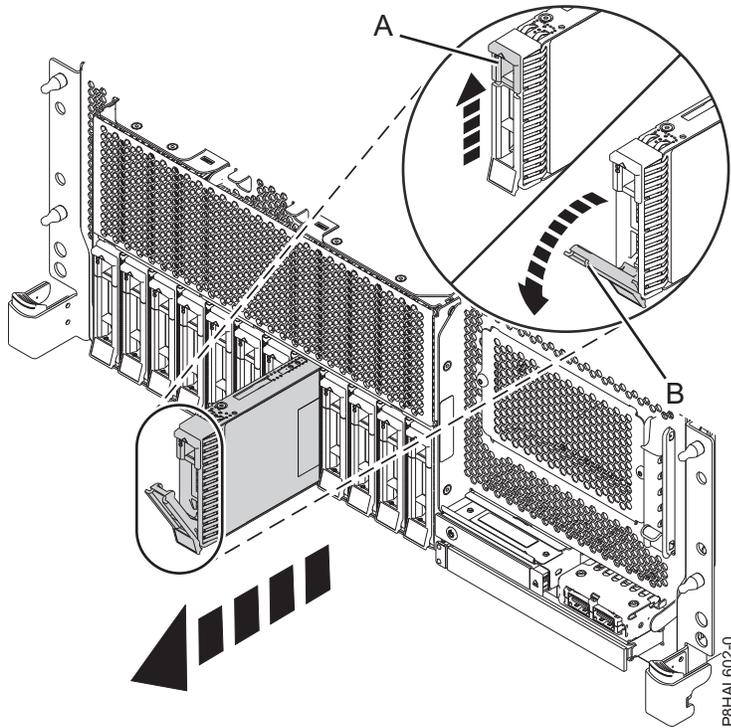
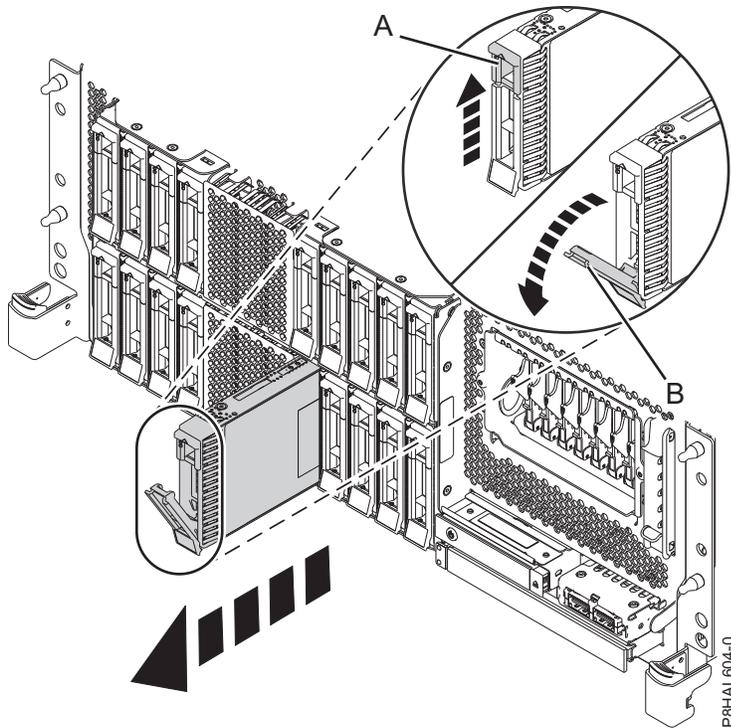
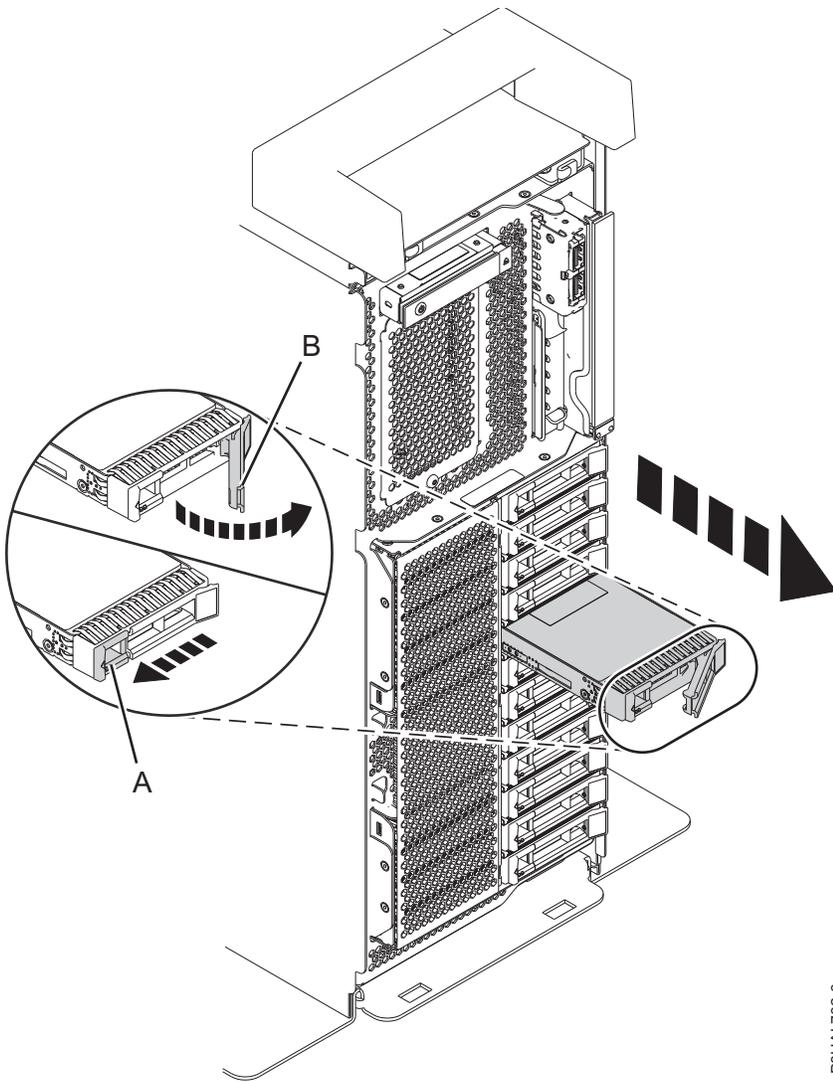
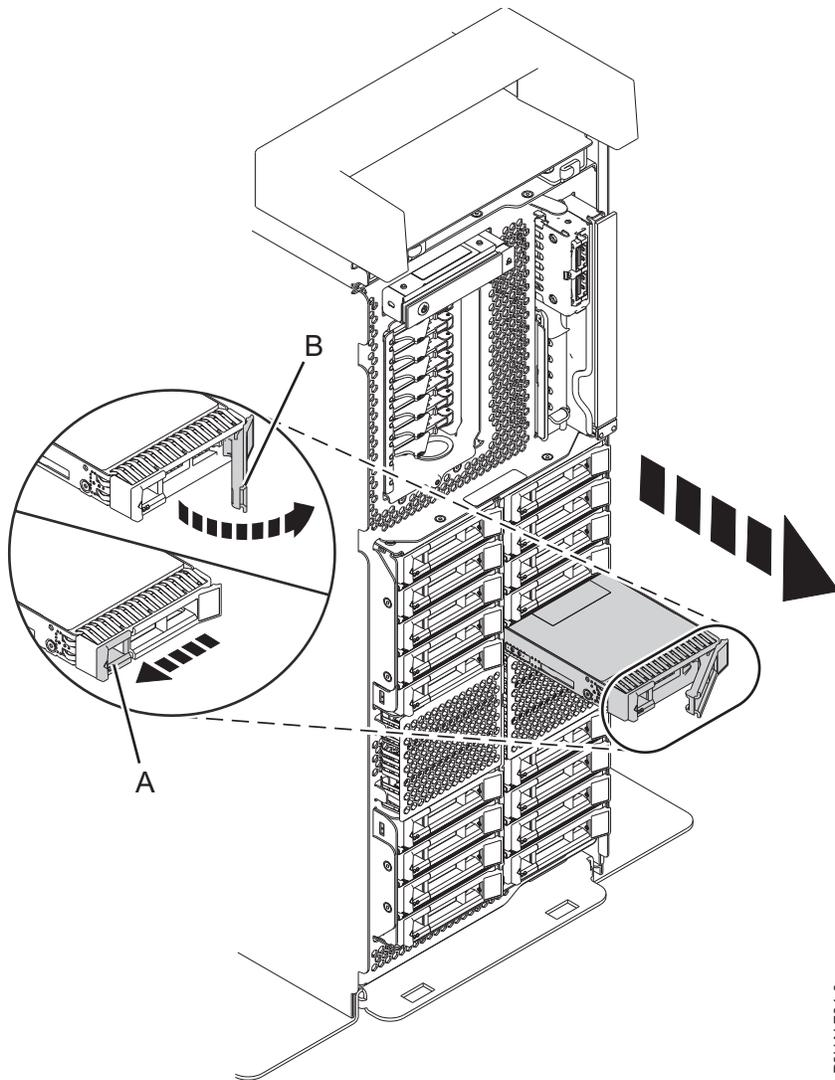

Abbildung 57. Plattenlaufwerk in einem Einschubsystem mit Basisfunktionen ausbauen
Abbildung 58. Plattenlaufwerk in einem Einschubsystem mit erweiterten Funktionen ausbauen
Abbildung 59. Plattenlaufwerk in einem Standalone-System mit Basisfunktionen ausbauen
Abbildung 60. Plattenlaufwerk in einem Standalone-System mit erweiterten Funktionen ausbauen
3. Entriegeln Sie den Griff (**B**) des Laufwerks, indem Sie die Verriegelung (**A**) zusammendrücken und zu sich hin nach außen ziehen. Siehe Abb. 57 auf Seite 67, Abb. 58 auf Seite 67, Abb. 59 auf Seite 68 und Abb. 60 auf Seite 69. Wird der Griff nicht ganz nach außen gezogen, lässt sich das Solid-State-Laufwerk nicht aus dem System schieben.